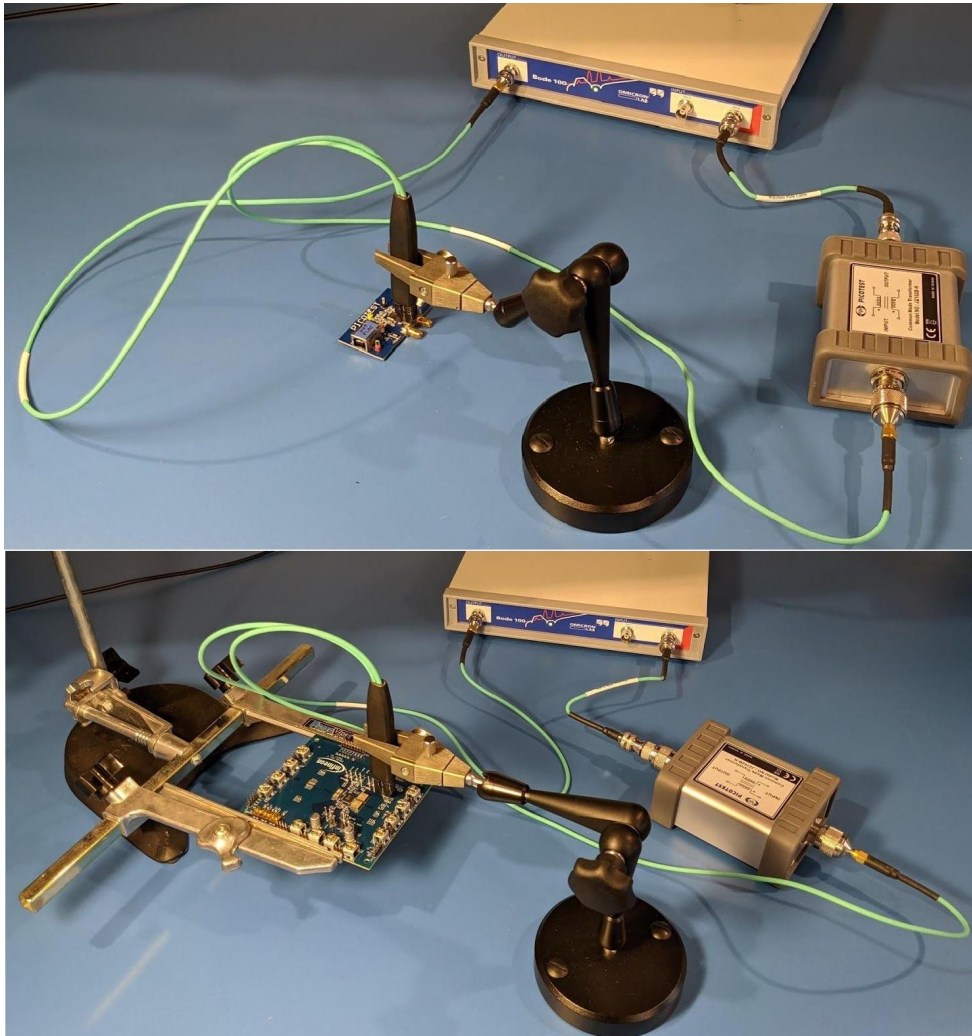

Fig. 5 - Measurement Setup after Calibration with DUTs.
许多2端口探头用户已经拥有一个微探针台，但是，设置摄像机，显微镜，校准等的重要性有时比简单的VRM阻抗甚至稳定性测量所需的要大得多。这就是P2102A探头在测试中更加适合的地方，如图5所示。
接通Bode 100的电源后，如图5所示，连接好用于校准的电缆。在DUT上进行测量之前，请按照以下步骤校准测量设置。
Step 6: Ensure cables and probe are connected as shown in Figures 5 and 12 for **Thru calibration**
Step 6: 确保电缆和探头的连接如图5和13所示, 进行开路校准
Step 8: 确保如图5和13所示连接电缆和探头以进行短路校准
Step 10: 确保如图5和13所示连接电缆和探头以进行负载校准